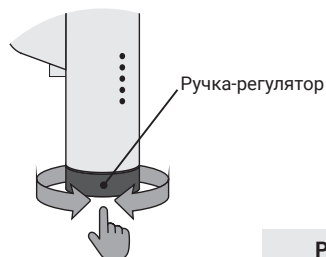

Рис.14
5.1. При нажатии на поворотный элемент (ручку-регулятор) происходит последовательное переключение между режимами (Таймер | Экстра сушка | Температура). Вращение ручки-регулятора позволяет задавать необходимые параметры температуры или времени в выбранном режиме (рис. 14).
5.3. Поворот ручки регулятора (рис. 14) по часовой стрелке включает изделие в режим нагрева с регулировкой температуры: